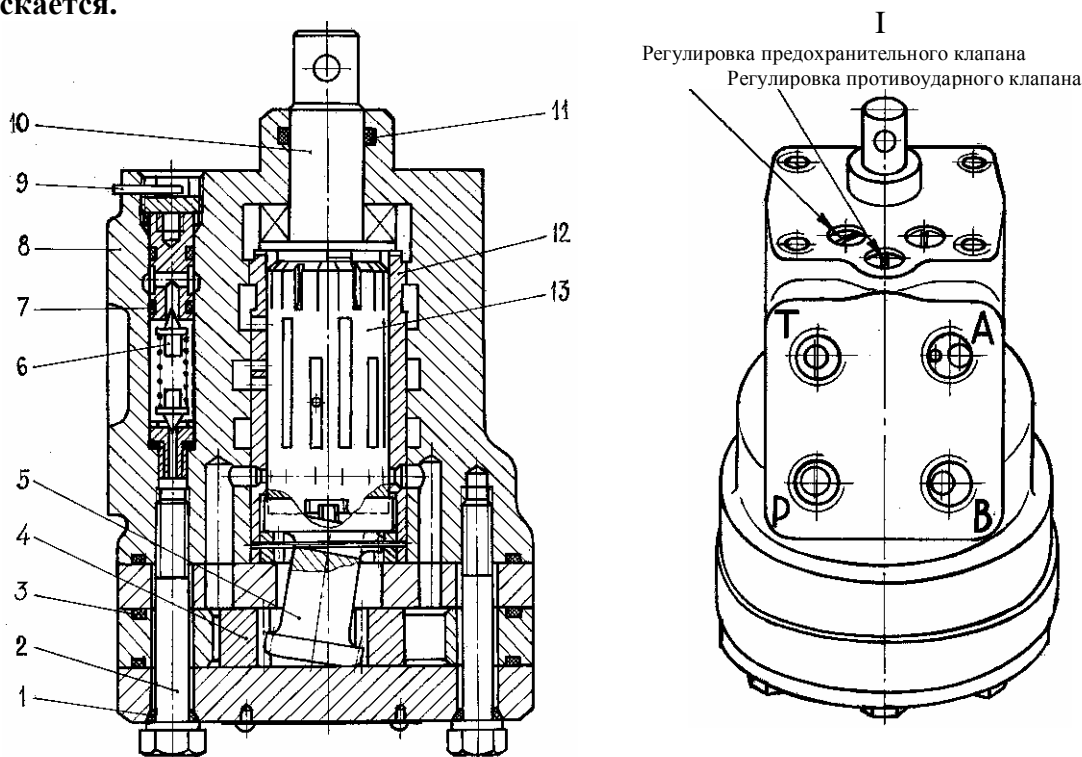

Рис. 35 Гидравлический рулевой механизм
7. ГИДРАВЛИЧЕСКИЙ РУЛЕВОЙ МЕХАНИЗМ (рис. 35)